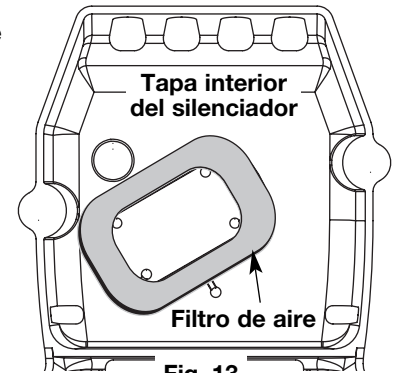

Fig. 13
2. Gire la tapa y ubique el filtro de aire adentro. Saque el filtro de aire de adentro de la tapa del filtro de aire / silenciador (Fig. 13).
6. Cambie el filtro de aire dentro de la tapa del filtro de aire / silenciador (Fig. 13).